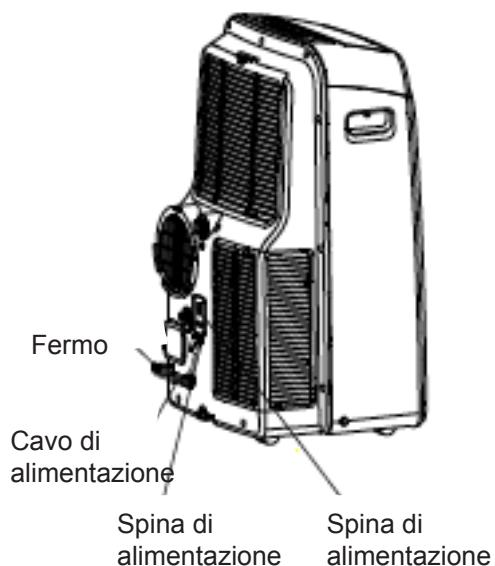

Fig. 25
- Arrestare l'apparecchio e scollegarlo dall'alimentazione, avvolgere il cavo e avvolgerlo con il nastro (Fig. 25). Rimuovere le batterie dal telecomando.